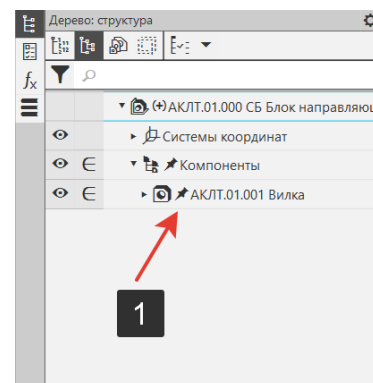

Рисунок 303 - Зафиксированная деталь
В дереве структуры для компонента вилка появится пиктограмма «Кнопка» (1). Данная пиктограмма означает, что компонент зафиксирован (Рисунок 303);